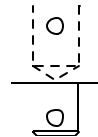

Figura 2.3 Extensión de flecha
**En medidores Neptune:** Instale la extensión de la flecha (figura 2.3) y la cruceta en la flecha debajo del registro, usando las chavetas. En seguida instale el adaptador sobre el medidor y fije usando los tornillos que se proveen. Por último, baje el registro sobre el adaptador y sujetelo al medidor utilizando los tornillos de  $\frac{1}{4}$ " x  $\frac{3}{4}$ ".
Si el medidor tenía compensador de temperatura, la instalación será diferente. En este caso, primero deberá colocar el adaptador sobre la flecha del registro utilizando una chaveta. Pase el otro extremo del adaptador a través del centro del disco y el plato de adaptación y fíjelo al registro pero no apriete completamente los tornillos. Instale la extensión (figura 2.3) y la cruceta en el extremo del adaptador del registro usando chavetas. Por último, atornille el plato de adaptación al medidor y apriete los demás tornillos.